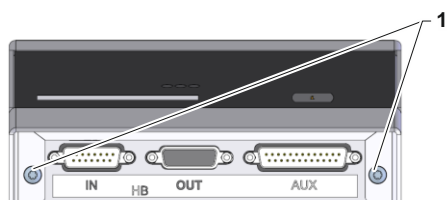

Fig. 5: Façade de l'unité d'analyse
- Placer les vis (marquage 1 → Fig. 5).